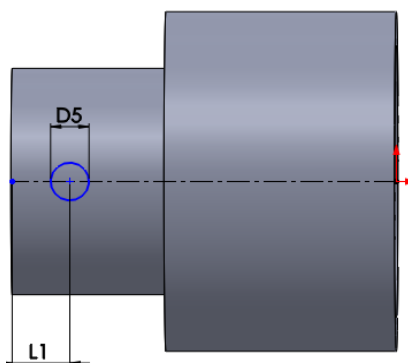

Рисунок 5.6 – Коло діаметром  $D5$
17. Проставте розміри ескізу L1 і D5 відповідно до Вашого варіанту так, як показано на рис. 5.6.